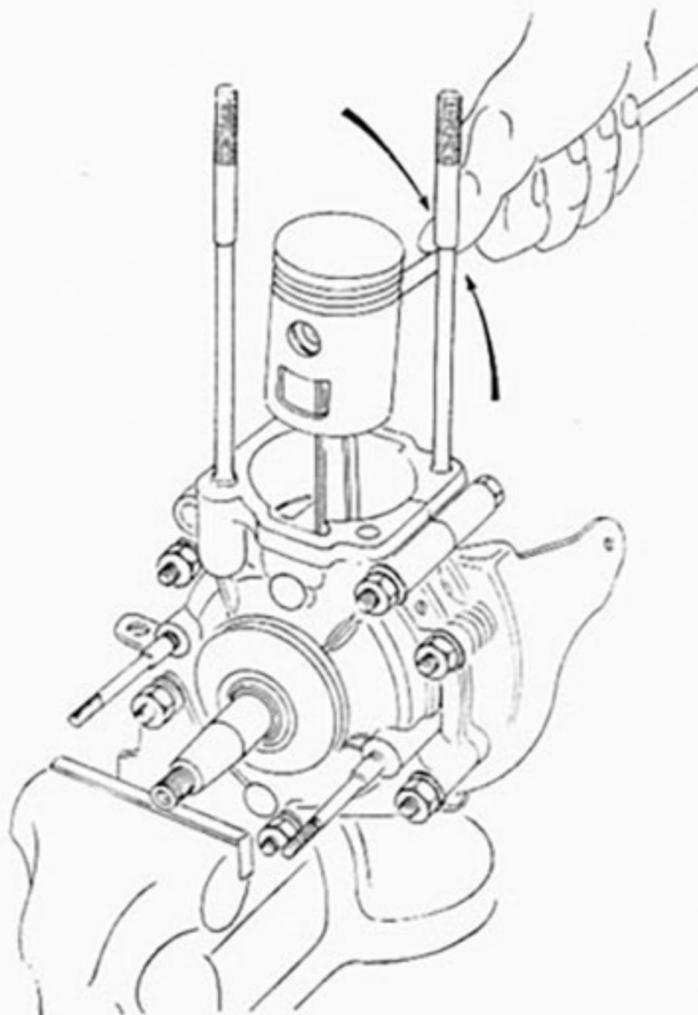

FIGURE 6
- Le cylindre étant enlevé et le carter immobilisé dans l'étau, mettre une broche dans l'axe de piston (Fig. 6).
- *With cylinder removed and crankcase housing clamp in a vice insert a suitable rod in the piston pin (Fig. 6).*